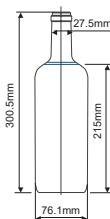
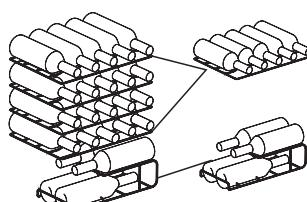
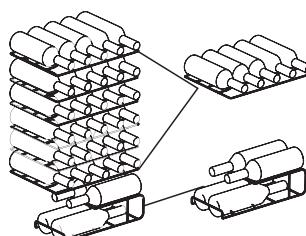

Fig.1
Fig.2
Fig.3
- Capacitatea de depozitare a sticelor în dulapul pentru vinuri (MDRW111FGG prezentată în Fig.2, MDRW150FGG prezentată în Fig.3) se bazează pe următoarele dimensiuni de stice marcate (Fig.1). Sticile de dimensiuni mari pot influența numărul de stice depozitate în vitrina de vin.
- Pentru modelul MDRW111FGG: Volumul maxim de îmbuteliere recomandat este de 24 de stice, conform Fig.2
- Pentru modelul MDRW150FGG: Volumul maxim recomandat de îmbuteliere este de 34 de stice, conform Fig.3